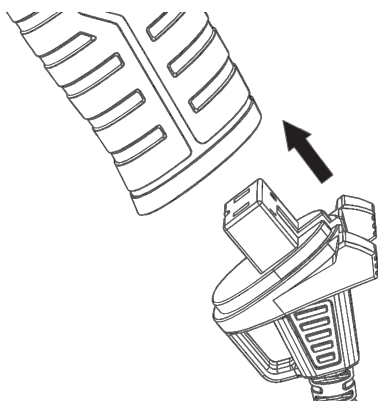

Рисунок 3. Під'єднання мережевого шнура до виробу.
- під'єднати роз'єм шнура електроживлення до виробу з чутним клацанням (рис. 3). Після цього роз'єм не від'єднається;